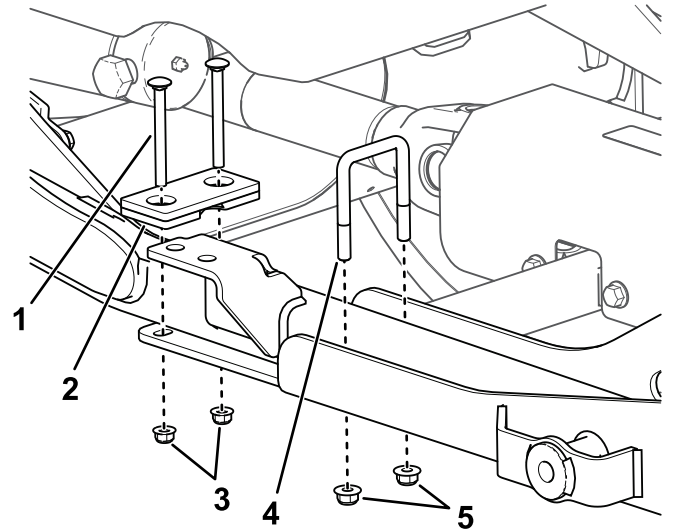

Bild 12
2. Senken Sie die Hubarme in die Aufnahme ab, wie in Bild 12 dargestellt. Aktivieren Sie dann die Feststellbremse der Zugmaschine, stellen Sie den Motor ab, ziehen Sie den Schlüssel ab und warten Sie, bis alle Bewegungen zum Stillstand gekommen sind.
3. Befestigen Sie die Rückseite der Hubarme mit den mitgelieferten Bügelschrauben, Anschlagplatten, Schlossschrauben und Sicherungsmuttern an der Aufnahme (**Bild 12**).